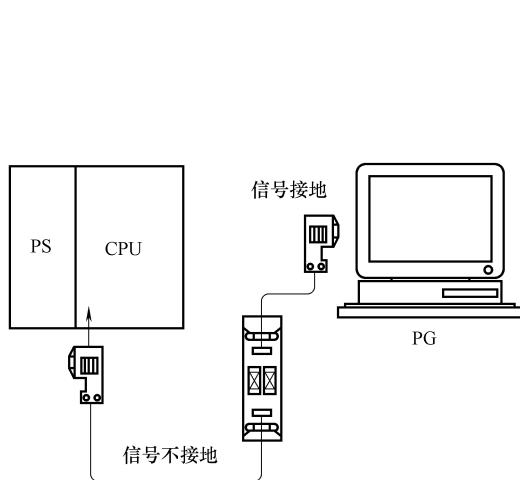

图 3-26 使用 RS-485 适配器的连接
① MPI 地址：如 PG 不作为网络中的固定站点，而是作为临时性的服务设备使用时，推荐将 PG 以未知（unknown）节点的形式连接到 MPI 子网中，并且在 PG 上设定 MPI 地址为 0，最大 MPI 地址为 126。
② RS-485 适配器：PG 有接地与不接地两种类型。当 PG 不接地时，如果连接到同样不接地的 MPI 网络中，两者可以进行直接连接。但当 PG 接地时，PG 与 PLC 之间必须使用 RS-485 适配器进行的连接，如图 3-26 所示。